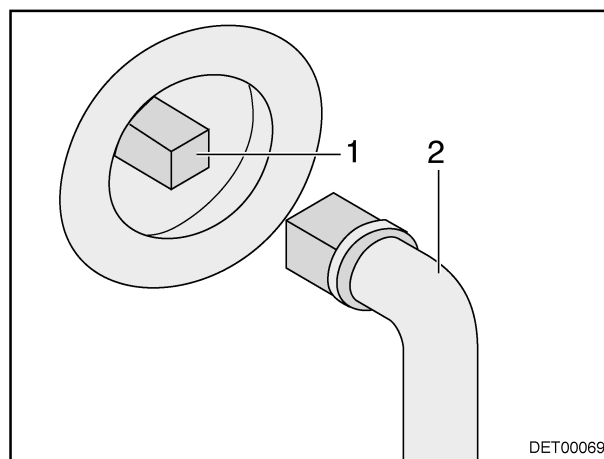

Bild 132 Abwasserhahn
- Schlüssel (Bild 132,2) auf Vierkant (Bild 132,1) stecken.